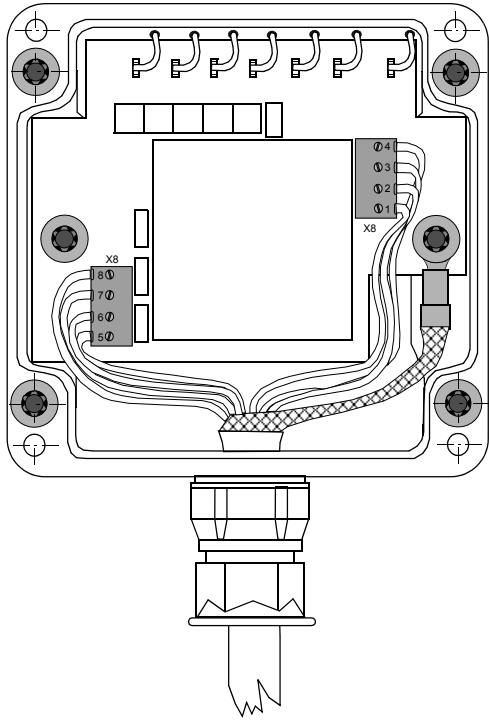

Abbildung 4-9. Anschluß des Signalkabels an das Anschlußgehäuse der Suchspule
2. Schließen Sie das Kabel an den geteilten Anschlußsockel X8 gemäß Abbildung 4-9 und Tabelle 4-3 an. **Die Leitungsführung im Anschlußgehäuse sollte so kurz wie möglich sein.**